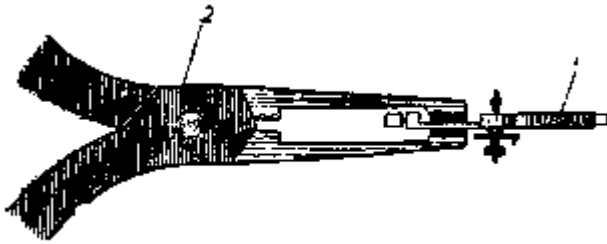

Рис. 88. Инструмент для правки баланса:
1. Плоскогубцы (рис. 88). Рабочие плоскости концов плоскогубцев должны быть гладко отшлифованы.